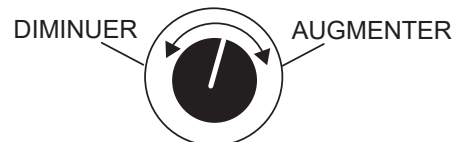

Figure 49. Bouton de contrôle du régulateur de tension
7. Si la tension n'est pas dans la tolérance spécifiée, utilisez le **bouton de commande du régulateur de tension** (Figure 49) pour augmenter ou diminuer la tension souhaitée.